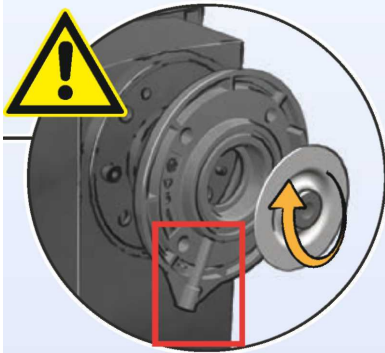

Abb. 58: Flansch und Dosiermembrane montieren
- ➔ Den Flansch wieder korrekt aufsetzen (siehe Abb. 58) und neue Dosiermembrane anschrauben (⌋). Auf korrekten Sitz des O-Ringes achten!